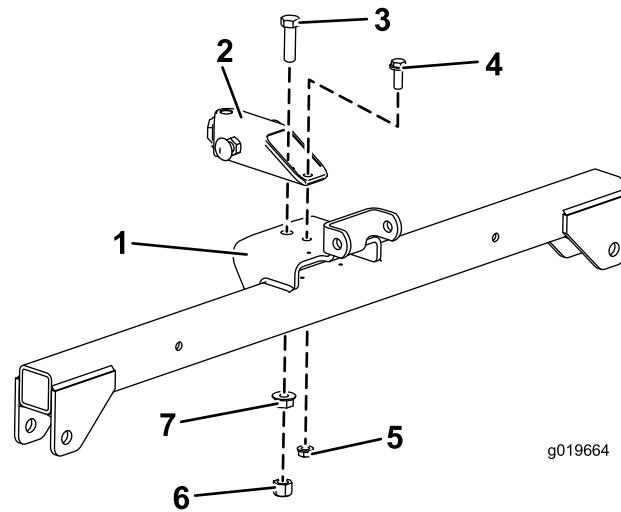

Bild 4
2. Befestigen Sie das Anhängerkupplungsrohr lose mit einer Schraube (½" x 1¾"), einer Bundmutter (½") und einer Sechskantmutter (½") im vorderen Loch im Hängeprofil (Bild 4).